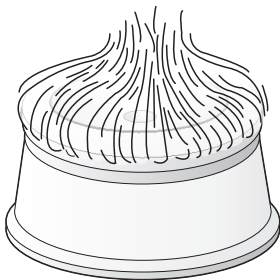

Figura 17
3. Aire insuficiente (figura 17)